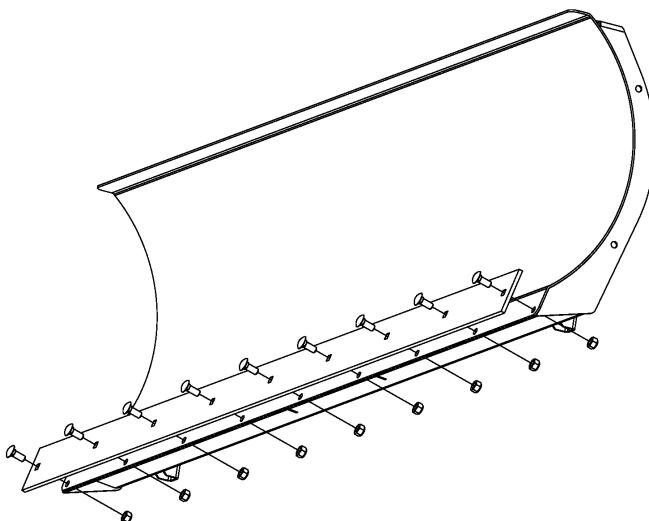

FIGURA 1
1. Montare la barra di consumo sulla lama di spalatura come mostrato nella figura 1. Inserire bulloni a testa tonda con sottostesa quadro di 10 mm in tutti i fori quadri della lama di consumo e quindi nei rispettivi fori sulla lama. Terminare con un controdado di 10 mm.